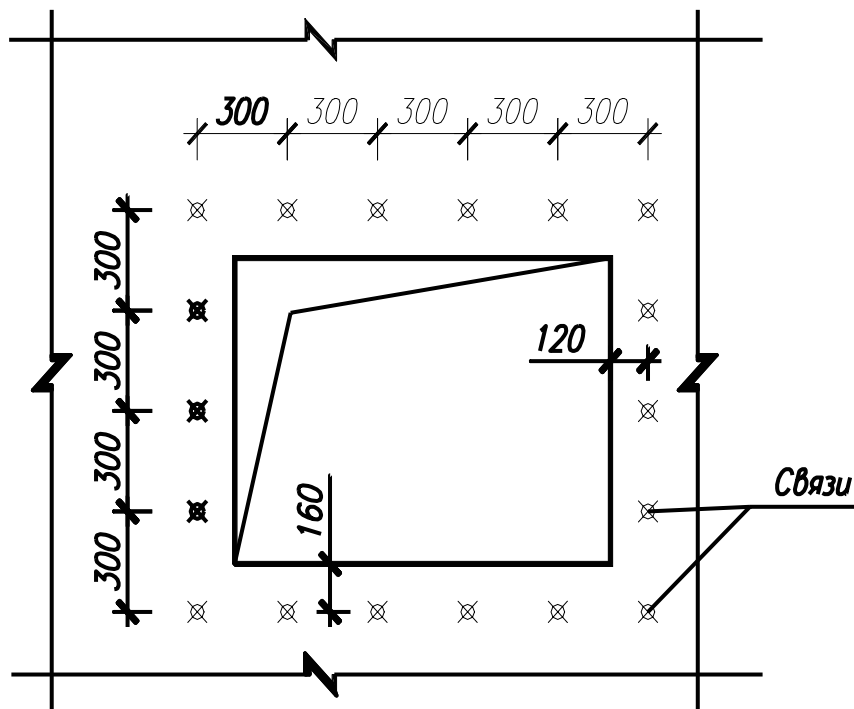

Рис.1 Схема установки связей у проемов.
9. Дополнительно связи ставят по периметру проемов, у деформационных швов, у парапета, с шагом 300 мм и в углах здания в соответствии с рис.1,2,3,4.